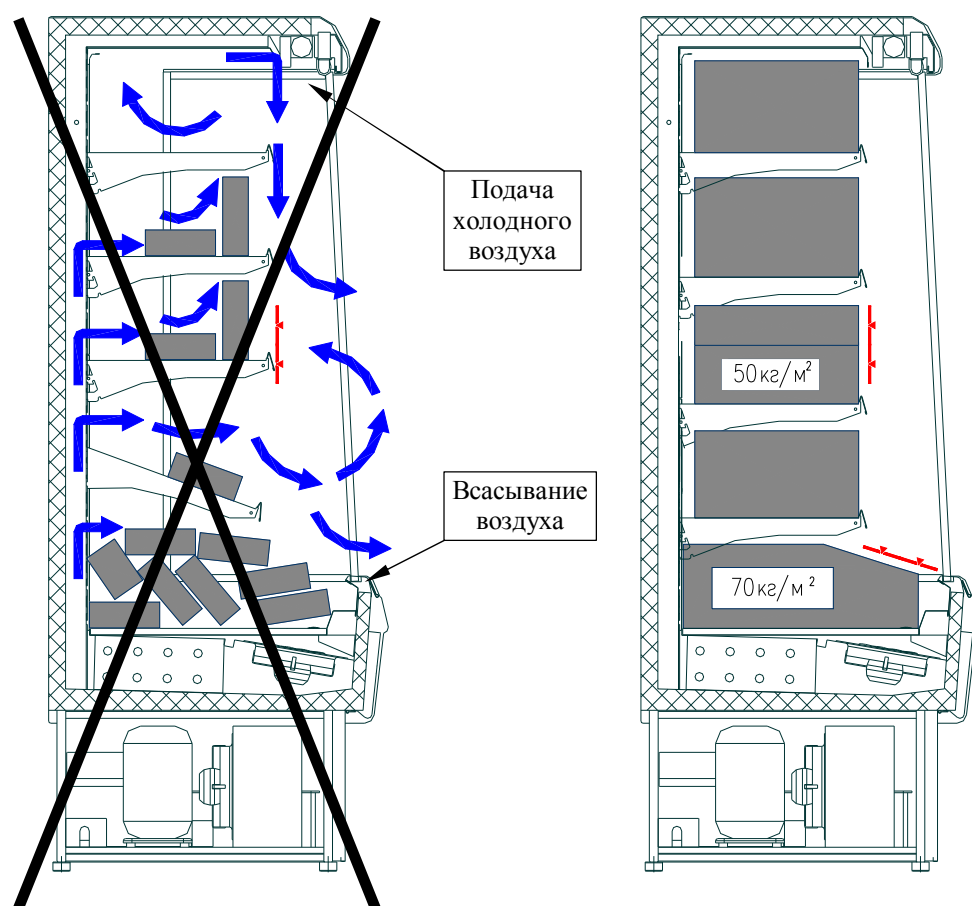

Рис. 2. Загрузка витрины продуктами
- Высота максимальной загрузки полок витрины продуктами показана на рис. 2.
- Продукты необходимо раскладывать в отведенное для них место, не превышая при этом уровня максимальной загрузки (рис. 2). В случае превышения уровня загрузки воздушная вентиляция будет недостаточной, и температура продуктов станет более высокой, кроме того, на испарителе может образоваться слой льда.
- При укладке продуктов **необходимо обеспечивать их равномерное распределение по всей длине полок** (рис. 2), что обеспечивает лучшие условия хранения продуктов и работы холодильной витрины, **не превышая нормы загрузки, указанные в табл. 2.**
- Проверить правильность расположения продуктов в витрине, согласно п. 3.5 и рис. 2.